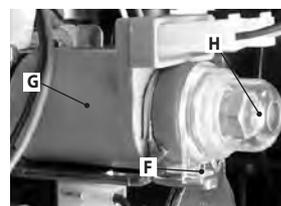

Рис. 7.2
- Снимите защитную заглушку Н модулирующего устройства G (Рис. 7.2), освободив ее от упора F (с этой целью поверните ее по часовой стрелке и подденьте отверткой).
- Установите на место защитную заглушку Н (Рис. 7.2).